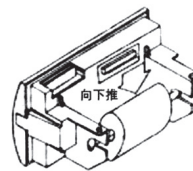

图 3
- ◇ 断开仪表电源, 按前述拉出打印机, 从打印机上取下卷轴, 将新纸卷套在卷轴上, 并按图3所示将卷轴压入打印机的导槽内。并确认卷轴已经安装牢固, 不会弹出。